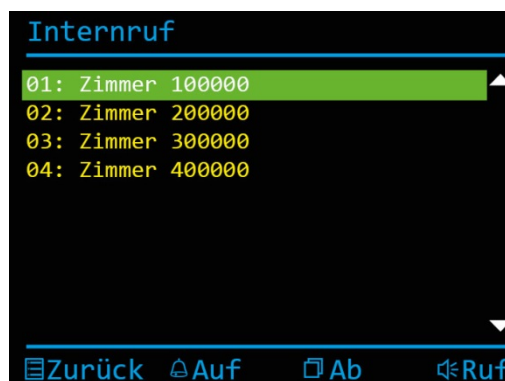

Abb. 28: Auswahl Internrufe
- ▶ Drücken Sie die Bildtaste  oder die Ruf AUS-Taste  und wählen Sie das Rufziel aus (Abb. 28).